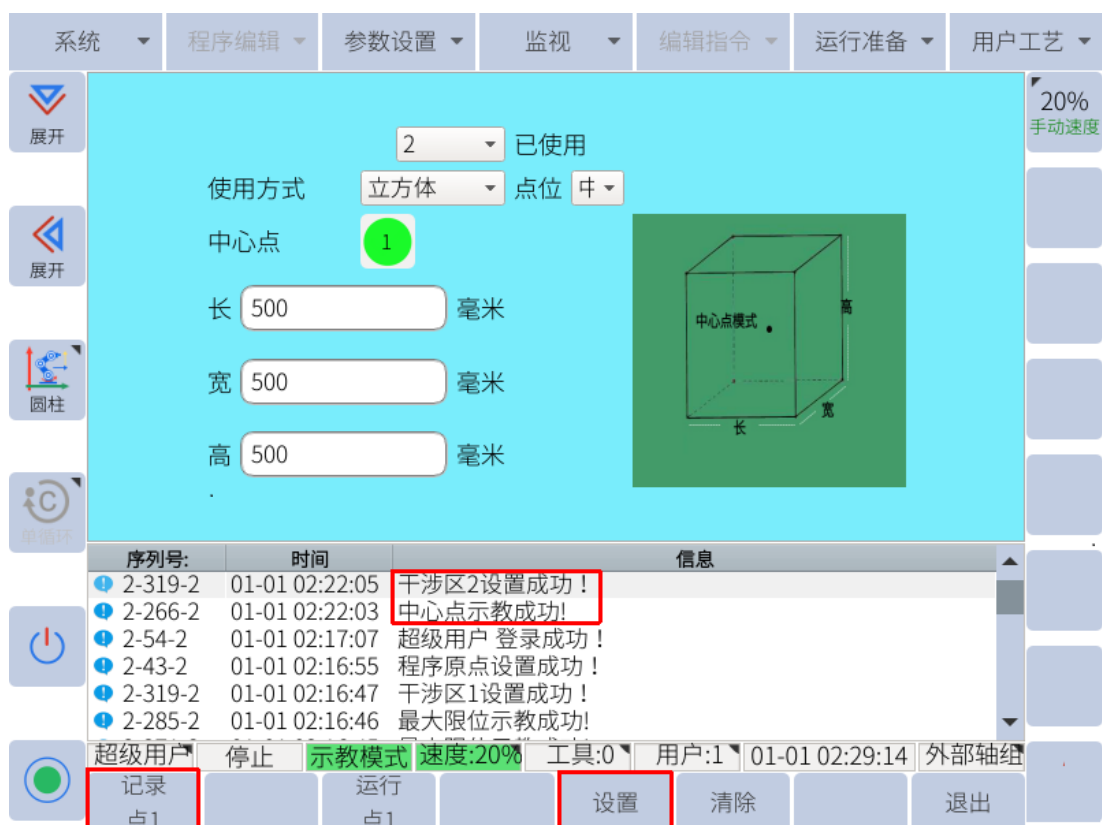

图 6-55 : 中心点模式
5. 点击子菜单栏的“设置”，干涉区即设置成功，如图 6-55 所示。